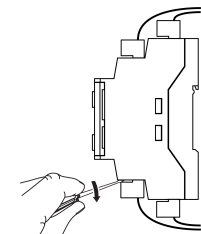

Рисунок 2 – Отсоединение съемных частей клемм
1. Снять ответные части съемных клеммников (см. рисунок 2).